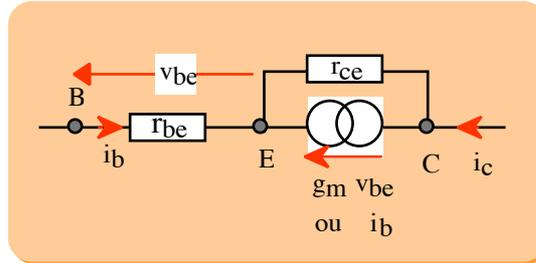

Figure 5 : schéma équivalent au transistor NPN (ou PNP)
- Le domaine des hautes fréquences où le gain chute à nouveau. En H.F., le schéma équivalent du transistor présenté en figure 5 doit être modifié pour tenir compte des capacités des jonctions.